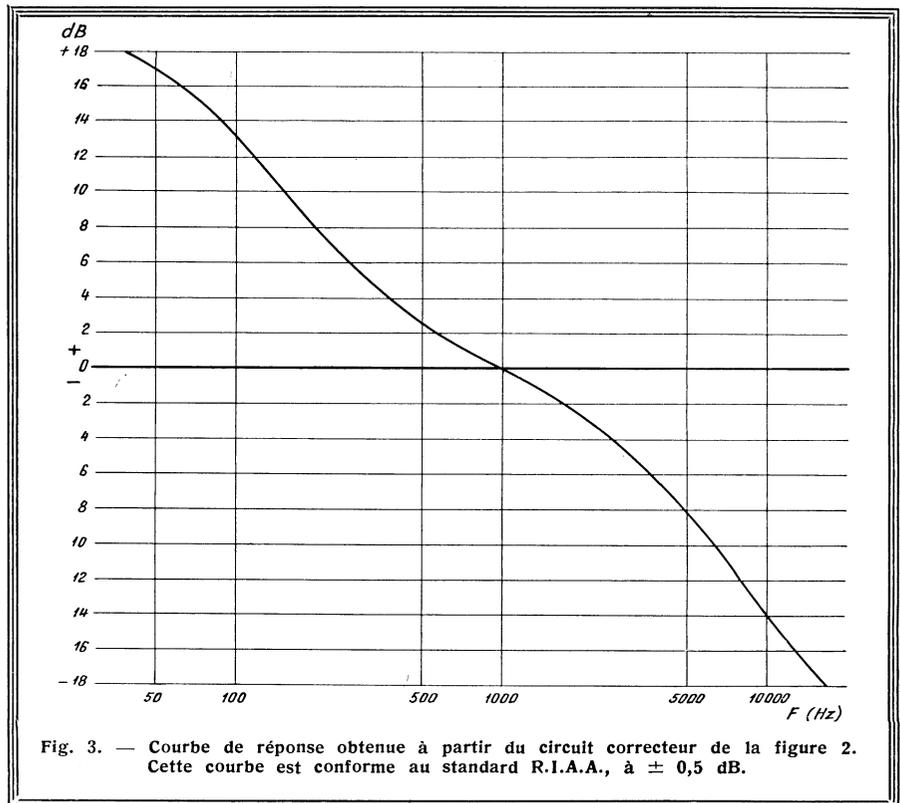

Fig. 3. — Courbe de réponse obtenue à partir du circuit correcteur de la figure 2. Cette courbe est conforme au standard R.I.A.A., à $\pm 0,5$ dB.
Voyons maintenant le multivibrateur lignes, constitué par la double triode ECC 82 (2) (fig. 3), dont nous allons mesurer les tensions :
Le circuit de compensation de la caractéristique d'enregistrement est placé entre l'étage d'entrée, que nous venons d'examiner, et le suivant. Il se compose des éléments délimités par le cadre en trait interrompu de la figure 2 ; il s'agit d'un réseau passif, ayant pour lui le mérite de la simplicité et de la stabilité dans le temps. Il demande à être réalisé avec des éléments dont la précision soit de l'ordre de 5 %. Sa courbe de réponse est représentée dans la figure 3 : elle est conforme au standard R.I.A.A., aujourd'hui universellement adopté.